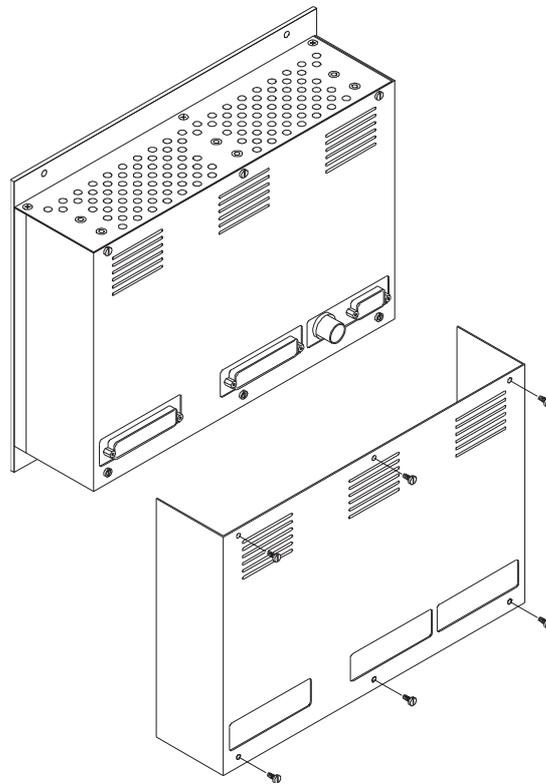

Bild D 8-12 : Entfernen des Abdeckblechs auf der Rückseite
3. Entfernen Sie nach dem Lösen der sechs Befestigungsschrauben auf der Geräterückseite das Abdeckblech (Bild D 8-12).